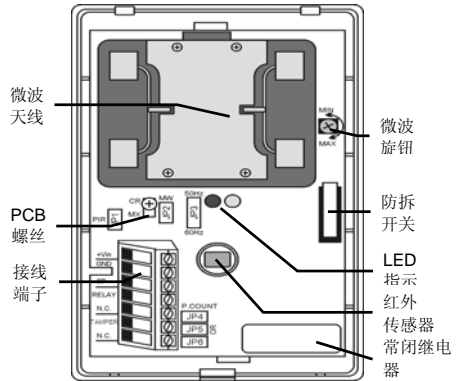

图 1: Micro-X 双鉴探测器(内部图)
7. 安装好 PCB 主板，上好螺丝。为了使红外传感器有最大的探测距离，将 PCB 主板尽量向 CR 标记相反的方向移动。(参见图 1)。
荧光干扰过滤: Micro-X 整合了一个过滤装置，可以防止荧光灯，电马达等装置产生的电磁波对探测器微波探测部分所造成的干扰误报。过滤器需要根据当地交流电频率进行设置。通过跳线 JP3 选择频率，见图 3 – 同时，参见图 1 所示跳线位置。
垂直刻度调整: 放置 PCB 时，通过卸下螺丝可以将 PCB 板向上或下移动，这样会影响探测距离。当 PCB 板的位置刻线处于 CR 位置处时 – 见图 1, 探测器的距离为 12m x 12m。
设置脉冲计数: 脉冲计数设置探测器在产生警情前所探测到的警报数，也就是灵敏度设置。JP4 跳线跳上为 1 个脉冲计数，是最灵敏时，JP4 跳线跳下时为 2 脉冲计数 – 见图 1 JP4 跳线位置。
关闭 LED 灯: 跳线 JP1 (PIR 红外 LED) 和 JP2 (MW 微波 LED) 用于打开或关闭 LED 指示灯— 见图 1 显示跳线位置。跳上时打开 Led 指示功能，跳开时关闭功能。注意：一定要在步行测试成功后再关闭 LED 指示功能。
与/同时 功能: 在**与**的模式下，探测器将在红外探测器及微波探测器都产生报警信号时产生报警。在**同时**模式下，探测器会根据微波的报警信号产生警情，即使红外此时并未报警。跳上跳线 JP5 时为**同时**模式，跳开为**与**模式。在**同时**模式下，跳线 JP6 可以设置微波的灵敏度，跳上时为低灵敏度，跳开时为高灵敏度— 见图 1 所示跳线位置。